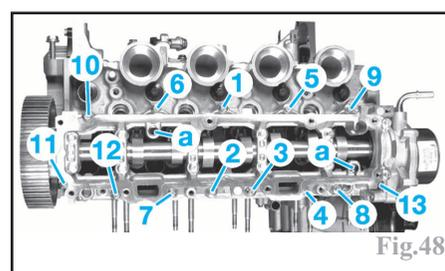

Fig.48
- reposer le carter supérieur de paliers d'arbre à cames sur la culasse en le centrant à l'aide de deux pignes (outil réf (-). 0194-N) (a) (Fig.48) introduites dans les trous prévus à cet effet.
- approcher puis serrer progressivement les vis de fixation dans l'ordre indiqué (Fig.48).